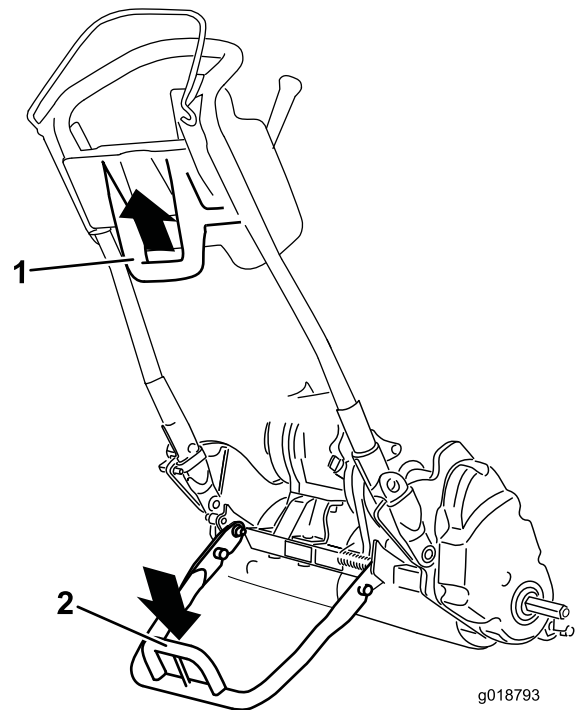

Figura 24
- Para utilizar el caballete para instalar las ruedas de transporte, bájelo al suelo y pise la barra del caballete, tirando del manillar inferior central de la máquina hacia arriba y hacia atrás (Figura 24).